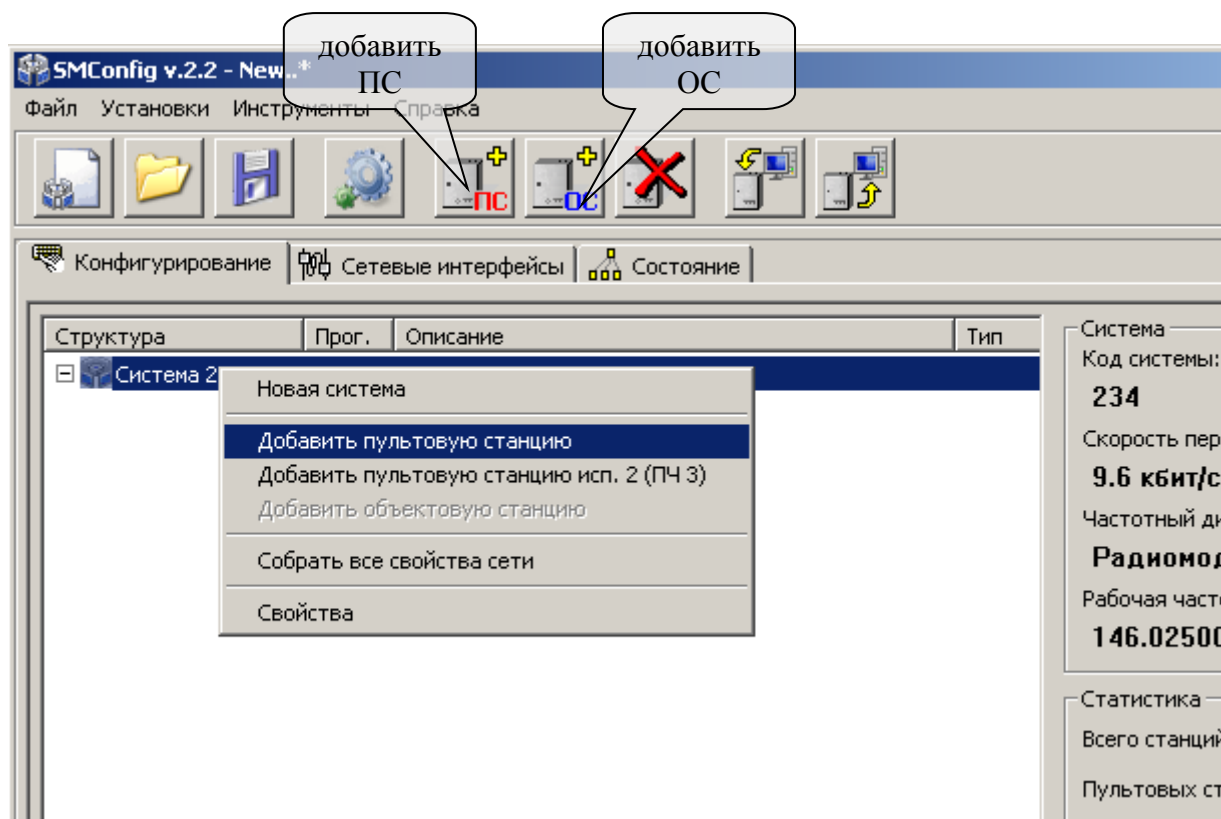

Рис. 21
3. Добавить в систему пульттовую станцию и необходимое количество объектовых станций (Рис. 21).